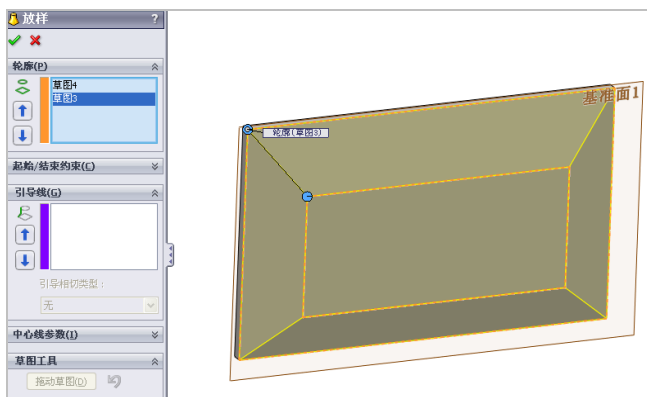

图 16-54 选择草图对象
(12) 退出草图绘制环境，单击【放样凸台/基体】按钮，弹出【放样】属性管理器，选择新绘制的两个草图对象，如图 16-54 所示。